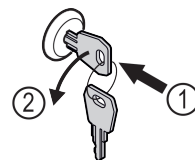

Fig. 182
- ▶ Вдавити ключ. Fig. 182 (1)
- ▶ Повернути ключ на 90° проти годинникової стрілки. Fig. 182 (2)